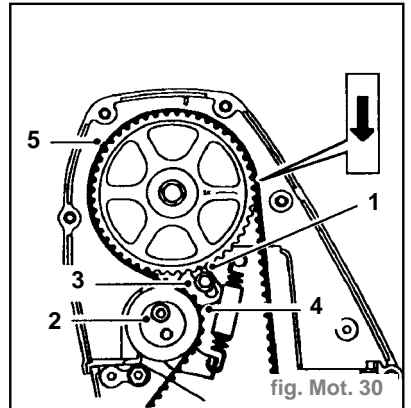

fig. Mot. 30
- Enlever le boulon de poulie du vilebrequin et la rondelle (2).
- Enlever les 3 boulons maintenant le couvercle inférieur de courroie de distribution (3).
- Déposer le couvercle inférieur et le joint en caoutchouc (4).
- Si la courroie d'arbre à cames doit être réutilisée, repérer la position de la plaque de fond du tendeur par rapport à la culasse, comme référence de tension. Repérer le sens de rotation de la courroie à la craie (1) (fig. Mot. 30).